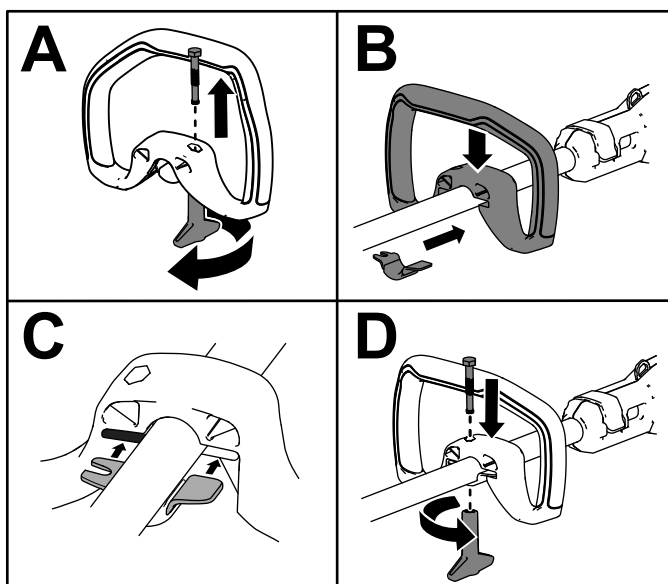

Figura 4
1. Separe la empuñadura auxiliar del soporte desenroscando el pomo de bloqueo de la empuñadura y retirando el perno (Figura 4, A).
2. Alinee el soporte con la empuñadura auxiliar (Figura 4, B).
3. Deslice el soporte en la ranura de la empuñadura auxiliar (Figura 4, C).